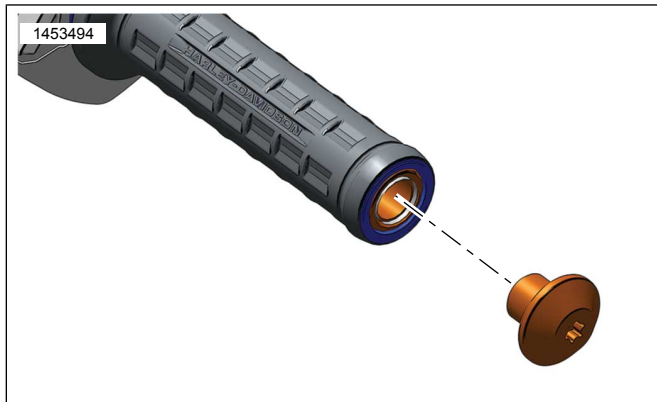

Figure 2. Embout
1. Figure 2 Retirer Équipement d'origine (Équipement d'origine) l'embout de poignée.